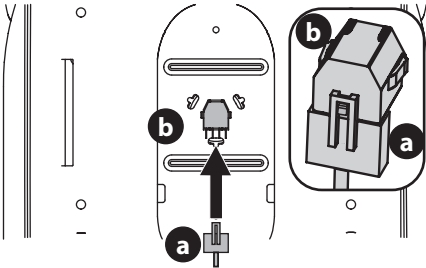

Figura 5
- Si es necesario, conecte el mazo de cables del interruptor del asiento (a) al interruptor del asiento (b), como se muestra en la (Figura 5). Sujete el cable sobrante alejado de los puntos de apriete antes de continuar.